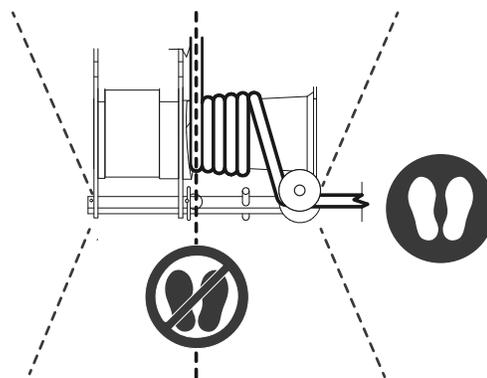

Figure 1 : Entre le support et le côté du tire-câble
6. Déterminer l'emplacement de l'opérateur. Ne pas rester dans l'axe de la corde de tirage. (Fig. 1)